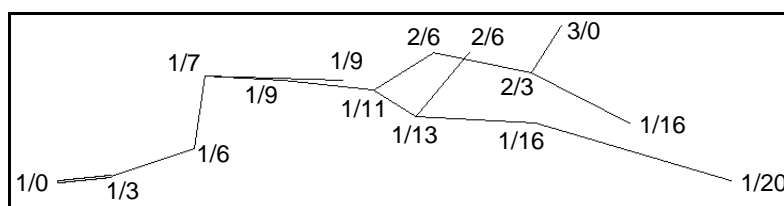

Fig. 3-9- Coupe schématisée à partir de 1/0
Ainsi, sur le schéma de la figure 3-9, la touche numérique 6 appuyée 7 fois de suite permet de gagner de proche en proche les points 1/6, 1/7, 1/11, 1/13, 1/16, 1/20. Si on voulait aller au point 2/6, il faudrait appuyer sur les touches 6, 6, 6, 6, 6, 8. On passerait ainsi successivement aux points 1/6, 1/9, 1/11, 1/13, 2/6. Il faut s'exercer un peu pour prendre de l'assurance dans ces manœuvres !
**Branche.** Il est temps maintenant de définir une branche. Partant du point origine de la coupe développée, on peut se déplacer de tronçons en tronçons. Un tronçon étant sélectionné sur l'écran par son double trait. L'origine du tronçon est le point du côté de l'origine de la coupe. La branche est l'ensemble des tronçons situés à l'opposé de l'origine de la coupe. L'origine de la branche est confondue avec l'origine du tronçon qui a défini la branche. Ainsi, sur la figure 3-9, si on clique sur le tronçon (1/11 2/6), la branche associée est l'ensemble des 4 tronçons (1/11 2/6) + (2/6 2/3) + (2/3 1/16) + (2/3 3/0). Il est très facile de tester cela en faisant tourner une branche sélectionnée par son tronçon. En la faisant tourner une deuxième fois, la rotation est annulée.